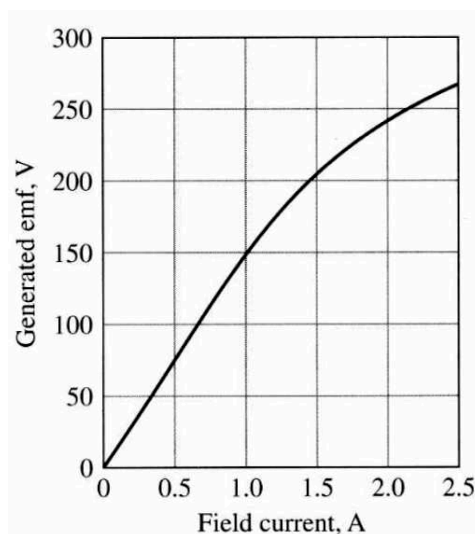

Figura 1: Curva de magnetización a 1500 rpm para el generador del problema 20.
20. La curva de magnetización a velocidad constante para una máquina de 35 kW, 250 V a una velocidad de 1500 rpm se muestra en la figura 1. Esta máquina es de excitación separada y tiene una resistencia de armadura de  $95 m\Omega$ . Esta máquina es operada como un generador de CD mientras es llevado por un generador síncrono a velocidad constante.
21. La máquina de CD del problema 77.1. es operada como motor alimentado por un voltaje constante en terminales de armadura de 250 V. Si los efectos de saturación son ignorados, la curva de magnetización de la Figura 1 se convierte en una línea recta con una pendiente constante de 150 volts por amper de corriente de campo. Para propósitos de este problema, puede asumir que los efectos de saturación son despreciables.